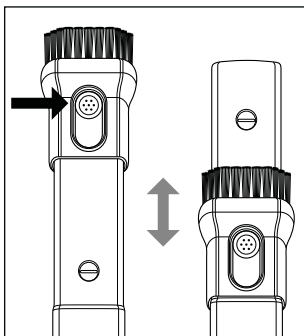

Fig. 3
- ◆ Hold knappen på børstemundstykket trykket ind for at justere 2-i-1 sugemundstykket **12**. Skub børstemundstykket fremad, hvis du ønsker at bruge børstemundstykket. Skub børstemundstykket tilbage, når du ønsker at bruge fugemundstykket (se fig. 3).